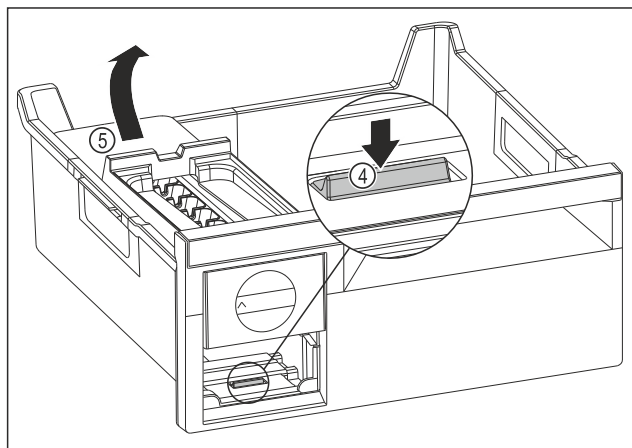

Fig. 104
- Odoberte korpus EasyTwist-Ice: Strmeň Fig. 104 (4) zatlačte prstom nadol a súčasne druhou rukou zdvihnite zozadu korpus EasyTwist-Ice Fig. 104 (5).